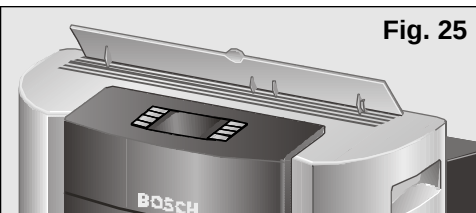

Fig. 25
- ❑ Levantar el orientador de aire situado en la parte superior **Fig. 25**, y si lo desea abra las aletas laterales **ver A y L, Fig. 1** (ver